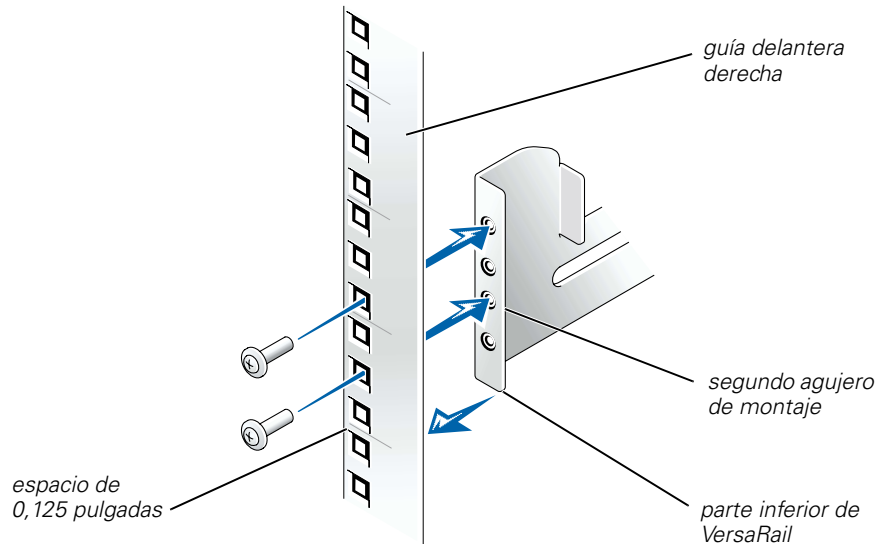
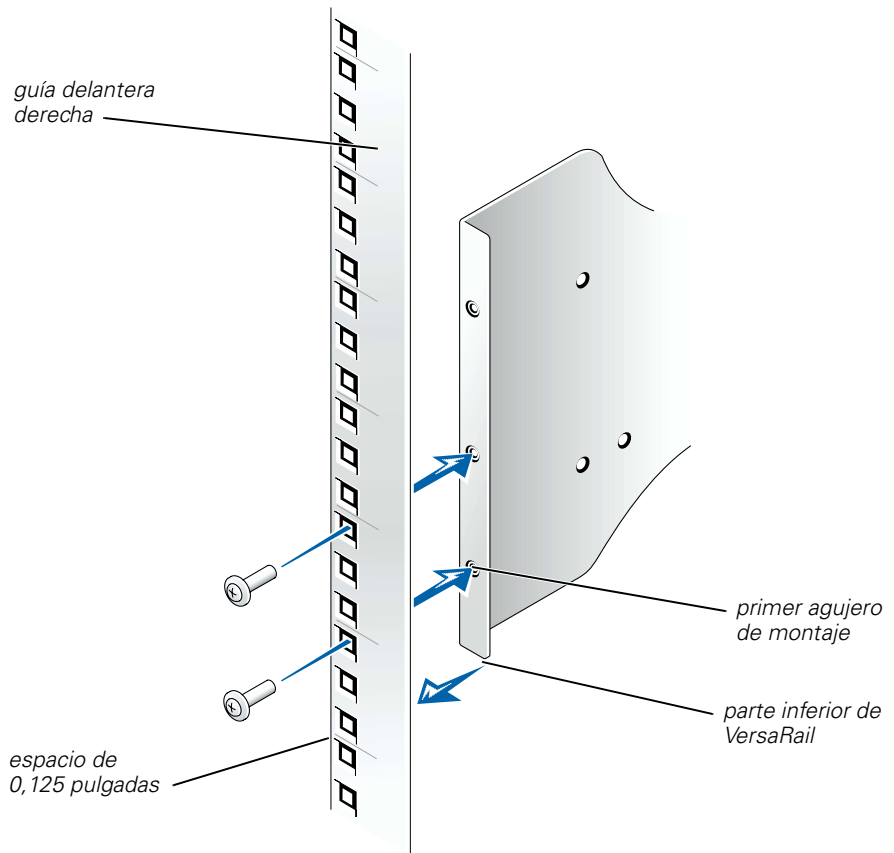

Figura 4-1. Alineación e instalación de VersaRail en la guía vertical delantera de sistemas 2U
Figura 4-2. Alineación e instalación de VersaRail en la guía vertical delantera de sistemas 4U
2. Coloque el soporte de montaje de VersaRail en la parte interior de la guía vertical delantera del rack, de manera que la parte inferior de VersaRail esté alineada con el espacio de 0,125 pulgadas de la guía vertical delantera del rack (consulte la Figura 4-1 para el caso de sistemas 2U y la Figura 4-2 para los sistemas 4U y 7U).
3. Ajuste la parte delantera de VersaRail al rack mediante dos tornillos Phillips (consulte la Figura 4-1 para los sistemas 2U y la figura Figura 4-2 si se trata de sistemas 4U o 7U).
NOTA: Asegúrese de utilizar los agujeros de montaje, tal y como puede ver en la Figura 4-1 y en la Figura 4-2, para ajustar la parte delantera de VersaRails al rack. El segundo y cuarto agujeros de montaje desde la parte inferior de VersaRail sirven para ajustar los sistemas 2U al rack. El primero y segundo agujeros de montaje desde la parte inferior de VersaRail se utilizan para ajustar los sistemas 4U y 7U al rack.